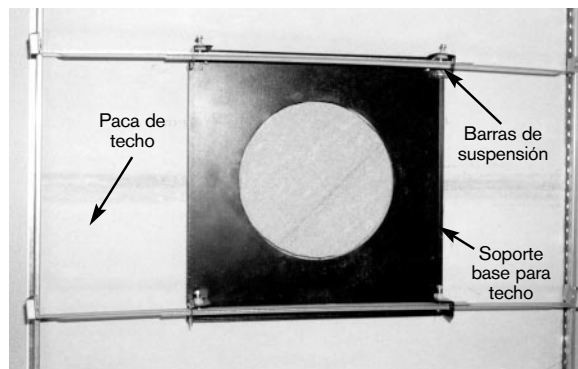
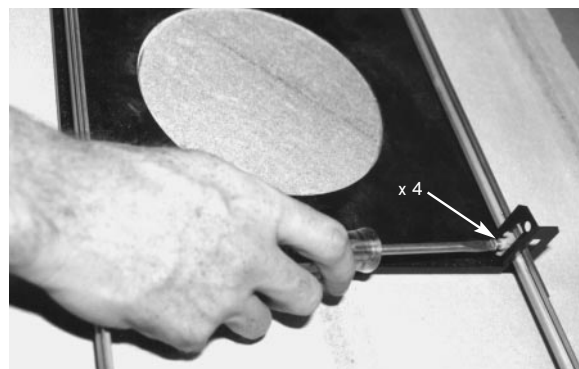

Figura 3 Montaje en techo (vista superior)
Figura 5 Tornillos de sujeción del soporte
1. Sitúe el conjunto de soporte en la posición que desee (FIGURA 3). Afloje los tornillos de sujeción (vea la FIGURA 5) del conjunto de soporte de base, lo suficiente para sujetar las barras de suspensión durante la instalación, pero de forma que pueda realizar los ajustes necesarios.
3. Apriete los cuatro (4) tornillos del soporte de cada esquina (FIGURA 5).